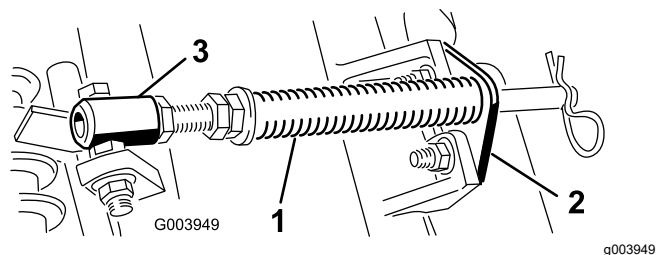

Рисунок 4
- A. Отверните два каретных болта и гайки крепления кронштейна штока к выступам режущего блока (Рисунок 4).
- B. Отверните фланцевую гайку крепления болта трубки пружины к выступу несущей рамы (Рисунок 4). Снимите этот узел.
**Примечание:** Головку болта следует расположить в направлении наружной стороны выступа, как показано на Рисунок 4.